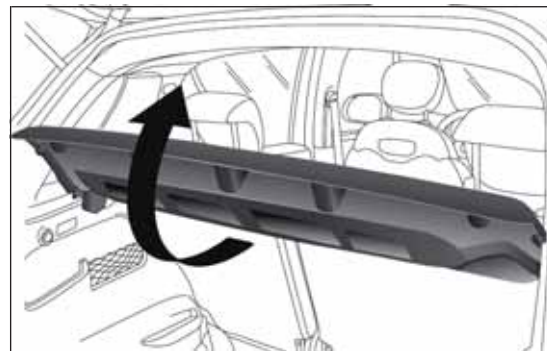

fig. 85
- ☐ sollevare la parte posteriore della cappelliera, agendo come illustrato in fig. 85;